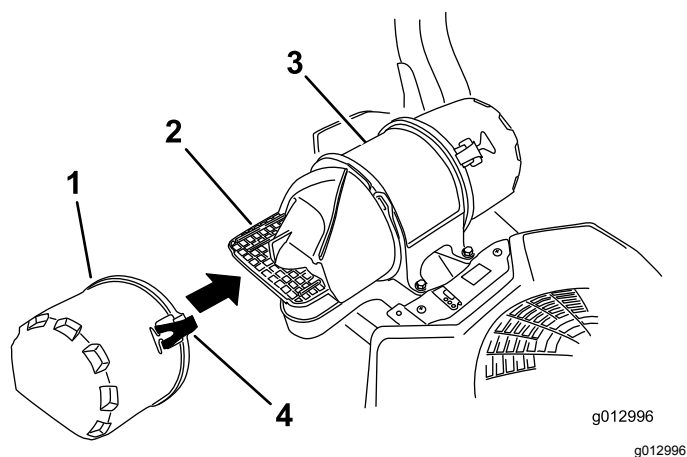

Figura 49
3. Abra los cierres del limpiador de aire y tire de la tapa de la entrada de aire para separarla de la carcasa del limpiador de aire (Figura 49).
5. Instale la tapa de la entrada de aire y sujétela con los enganches (Figura 49).